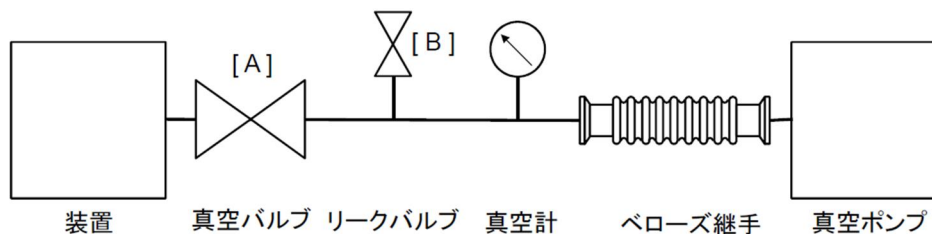

図 16 装置との接続図(PVD-180-H, PVD-360-H)
- (6) PVD-180-H、PVD-360-H では、**図 16** に示すように、装置と真空ポンプの間に真空バルブ、リークバルブ及び真空計を取付けてください。ポンプが停止したら、真空バルブ[A]を閉じて、装置を真空に保ち、リークバルブ[B]を開き、ポンプに空気を入れて、ポンプ内へのオイルの逆流を防ぎます。